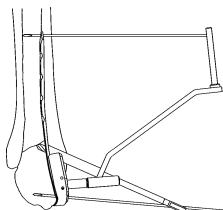

図7-1
3.5-2.5 ラグスクリュー法ドリルガイドの3.5 ドリルガイド側をプレートにあてがい、3.5 ドリルにてドリル先端が骨折線にかかる位置までドリリングします。(図7-1)